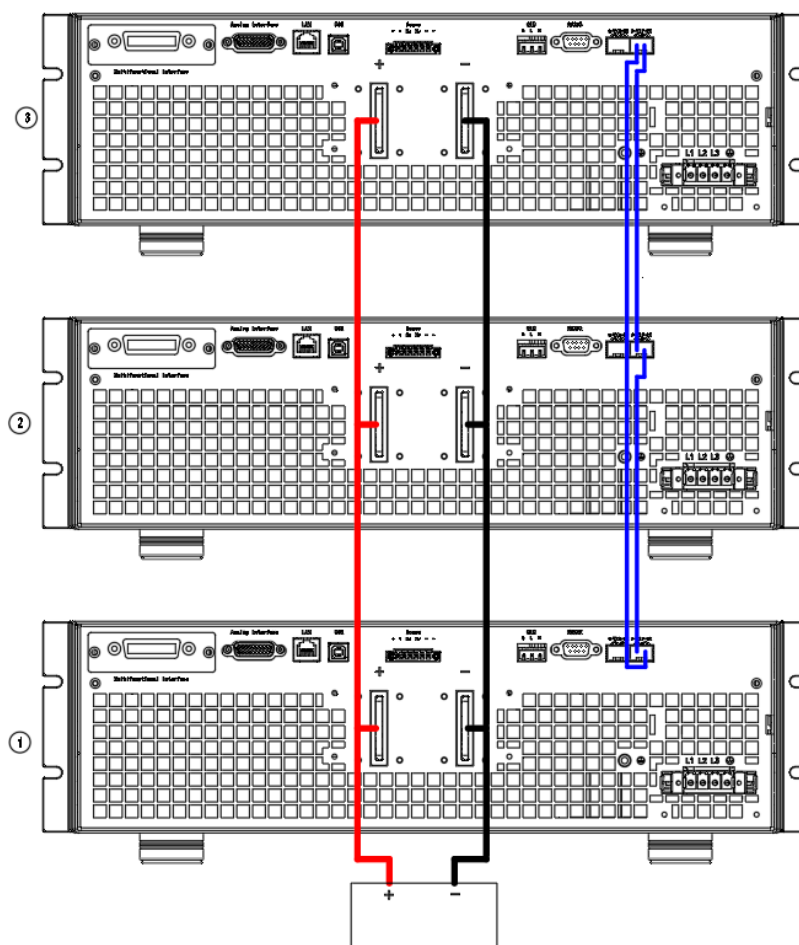

图 3-17 S7000 低压系列多个设备并联示意图
多个 S7000 低压系列双向直流源并联可以提供比单台设备更高的电流，更大的功率输出。图 3-17 显示了如何使三台设备并联（①号机作为主机，②、③号机为从机）。其中并机通讯，将光模块插入后背板上其中一组的 TX/RX 并机接口，另一组作为拓展口备用。用光纤将主机与从机相连，主机的 TX 连接第一台从机的 RX，第一台从机的 TX 再连接第二台从机的 RX，以此类推，最后一台从机 TX 连接主机的 RX，使设备首尾相连，本产品最多支持 30 台并机。